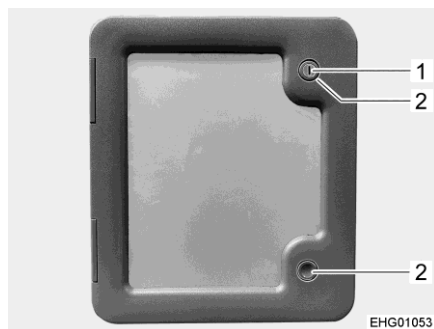

Fig. 111 Sportello (cassetta fecale)
- Aprire lo sportello per la cassetta fecale all'esterno del veicolo. A tale scopo, inserire la chiave nel cilindro della serratura (Fig. 111,1) della serratura a pressione e ruotare in senso antiorario di un mezzo di giro.
- Premere contemporaneamente entrambe le serrature a pressione (Fig. 111,2) e aprire lo sportello esterno.